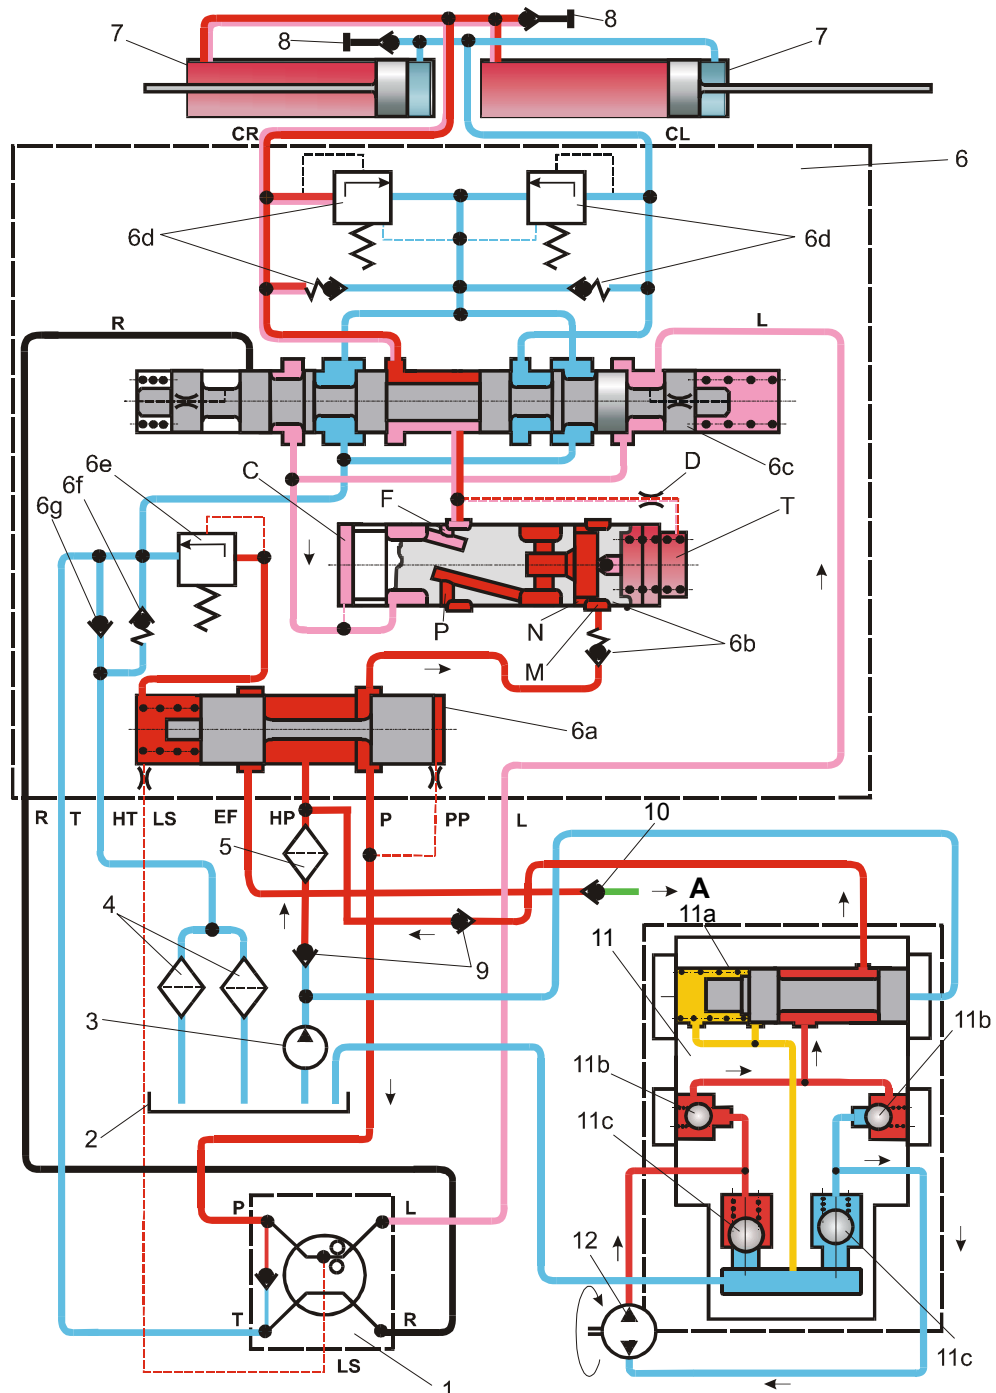

Рис. 10.4. Схема работы гидросистемы поворота – работа аварийной системы поворота
В случае падения давления масла в главной линии (Рис. 10.4.) произойдет переключение управляющего золотника (11а) вправо, вследствие чего масло начнет поступать из клапана (11) аварийной системы поворота через обратный клапан (9) к гидроусилителю (6).